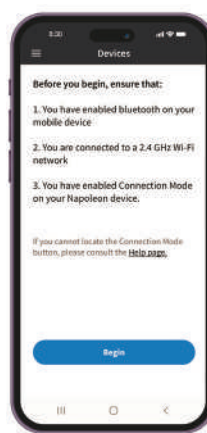

Fig. 7
- Acepte los permisos. (Fig 7)